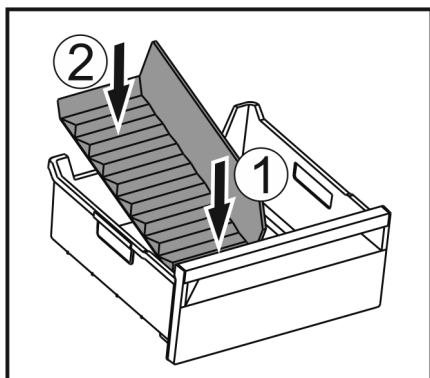

Fig. 146
- Vstavite sprednji del pregrade predala za led. Fig. 146 (1)
- Zadnji del pregrade predala za led spustite do dna predala. Fig. 146 (2)